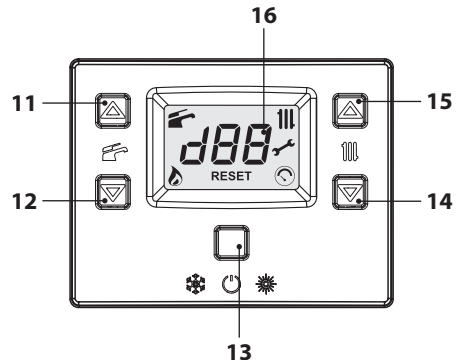
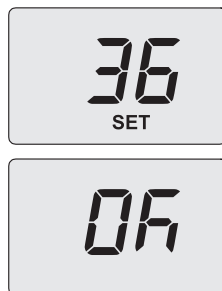

Figura 5.38
Figura 5.41
- Entrare in "modalità programmazione" premendo contemporaneamente per 10 secondi i tasti 13-14-15 (Figura 5.38) fino a far apparire sul display LCD le lettere **Pr** che si alternano al numero del parametro **01**, indicanti l'entrata nel "parametro 01" (Figura 5.39).
- Utilizzando i tasti 11 o 12 è possibile modificare il valore del parametro 10 da **00=0s** a **100=500** (ogni aumento o diminuzione di una unità sul display corrisponde a 5 secondi). Es. 36=180 secondi. Sul display compare la scritta "**SET**" (Figura 5.41).
- Premendo il tasto 13 (Figura 5.38) si ottiene la conferma del valore inserito. Sul display appare per 3 sec. la scritta "**Ok**" (Figura 5.41), per poi visualizzare la lista dei parametri.
- Per uscire, premere il tasto 13 (Figura 5.38) e togliere l'alimentazione elettrica.